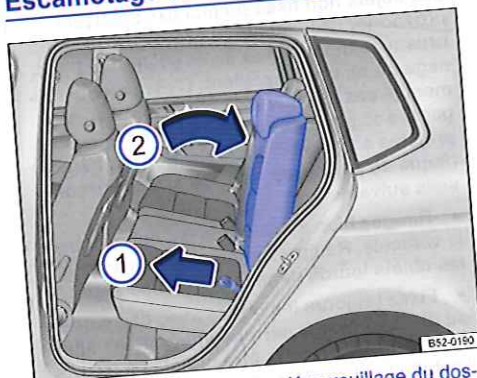

Fig. 99 Banquette arrière : déverrouillage du dossier
- Tirez la dragonne correspondante dans le sens de la flèche ⇒ fig. 99 ① ou ⇒ fig. 100 ① tout en escamotant le dossier de siège arrière correspondant.
- Tirez la dragonne vers l'avant dans le sens de la flèche ⇒ fig. 99 ① et relevez simultanément le dossier dans le sens de la flèche ② jusqu'à ce que la position souhaitée du dossier soit atteinte ⇒ ⚠.